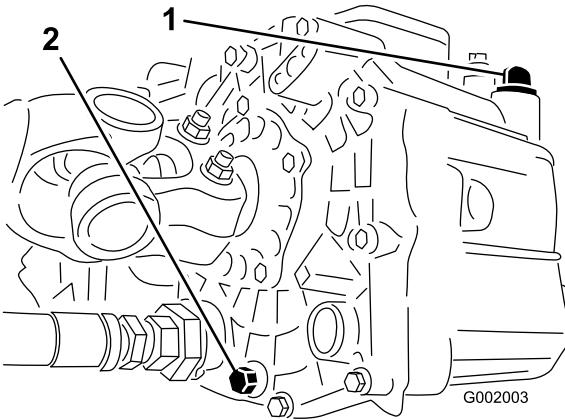

図 68
3. 油圧オイル・タンクの側面にあるドレン・バルブをゆるめ、流れ出すオイルを容器に受ける(図 68)。